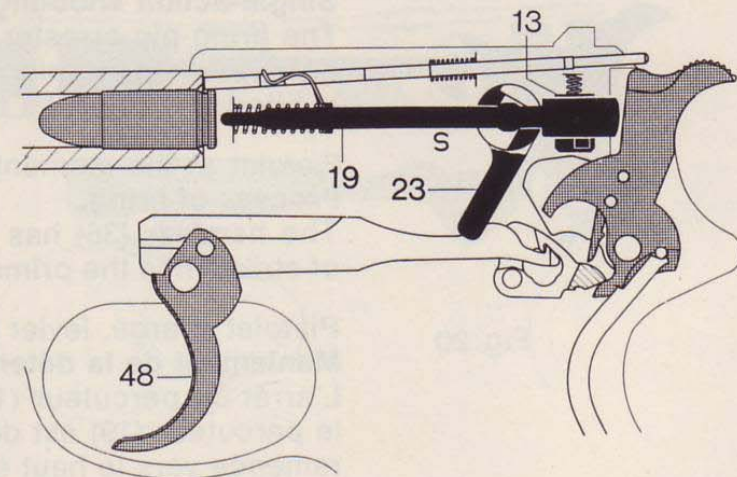

Abb. 23
- Fig.23 **Manipulation de la sûreté, le chien étant désarmé.**